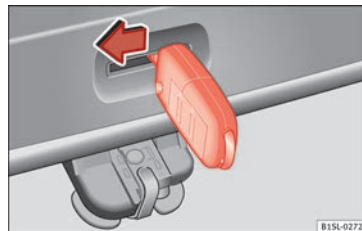

Fig. 140 Desde el maletero: desbloqueo de emergencia del portón trasero.
- Introduzca el espadín de la llave en la abertura del portón trasero » **fig. 140** y presione la palanca de desbloqueo en el sentido de la flecha para desbloquear el portón trasero.